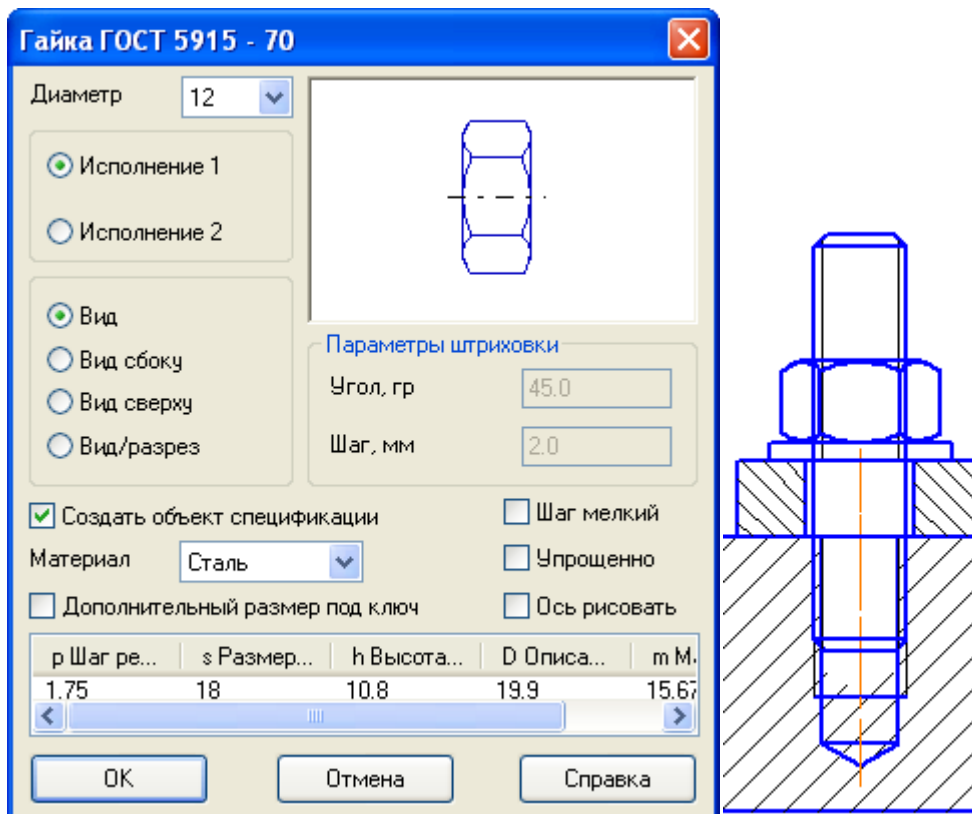

Рисунок12 – Диалоговое окно и вставка гайки
8. Вставьте из библиотеки Машиностроение ▶ Конструкторская библиотека ▶ Гайки ▶ Гайки шестигранные ▶ Гайки нормальные ▶ Гайка ГОСТ5915-70. В диалоговом окне задайте следующие параметры (Рисунок12). Не забудьте включить опцию Создать объект спецификации!